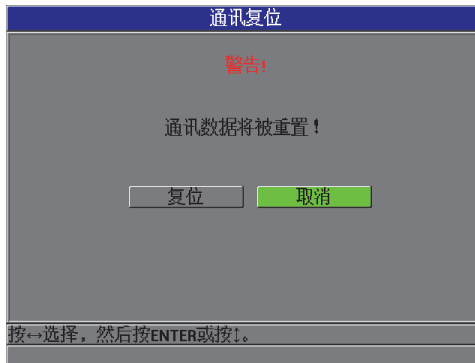

图 8-9 通讯复位屏幕 — 警告信息
2. 在**复位**子菜单中, 选择**通讯**, 显示**通讯复位**屏幕 (参见第 136 页的图 8-9)。